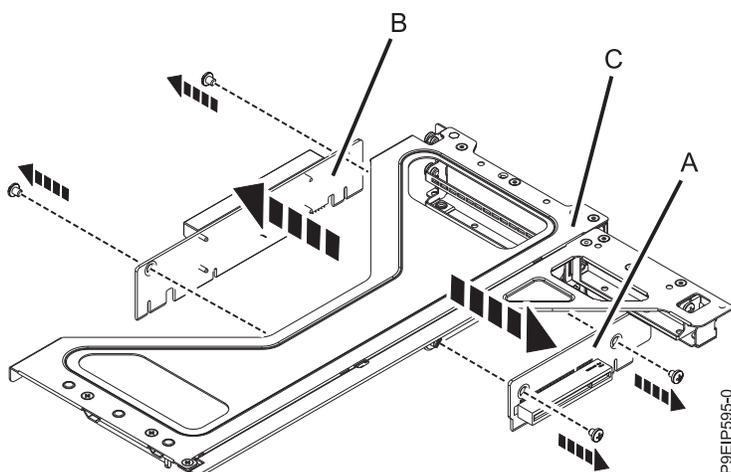

図 26. PCIe アダプター・ケージからの PCIe ライザー・カードの取り外し
7. PCIe ライザー・カード (A) または (B) を取り外す必要がある場合は、PCIe ライザー・カードを PCIe ライザー・サポート (C) に固定しているねじを取り外します (図 26 を参照)。